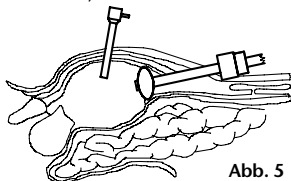

Abb. 5
5. Ist der extraperitoneale Raum ausreichend dilatiert, wird die Luft aus dem (bilateralen) Distensionsballon nach Dekonnektierung der Ballpumpe durch Entfernen des Endoskops und durch Öffnen des Insufflationshahns abgelassen. Falls nötig, können Sie zum Evakuieren auch den schwarzen Sauganschluß der Ballpumpe benutzen. Entnehmen Sie dann vorsichtig das (bilaterale) PAJUNK® Distensions-Ballonsystem, entsorgen Sie es sachgerecht und ersetzen Sie es durch ein PAJUNK® Trokarsystem, ein PAJUNK® Struktur- oder Ringanker-Ballonsystem oder ein anderes geeignetes Instrument. (Abb. 5)